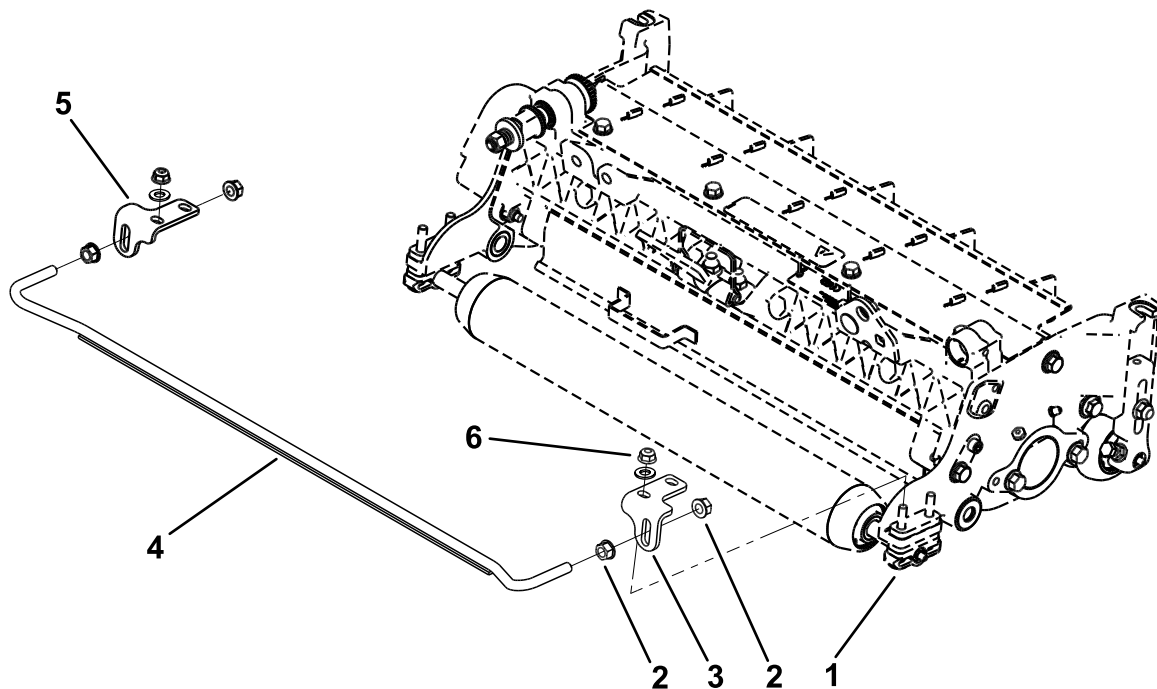

図 3
3. 適切なスクレーパーブラケット (右または左) を、フランジ ロックナット2個 ( $\frac{5}{16}$ " ) とワッシャー2個を使って各ローラー ブラケットに取り付ける。ブラケットは 図 3 のように組み付ける。ローラーがローラーブラケットにしっかりと固定されるようにする。
4. スクレーパのロッドの各端部に、フランジロックナット $\frac{3}{8}$  インチを、 図 3 のように取り付ける。
5. スクレーパブラケットにスクレーパロッドを入れ、フランジロックナット $\frac{3}{8}$  インチ2個で 図 3 に示すように仮止めする。